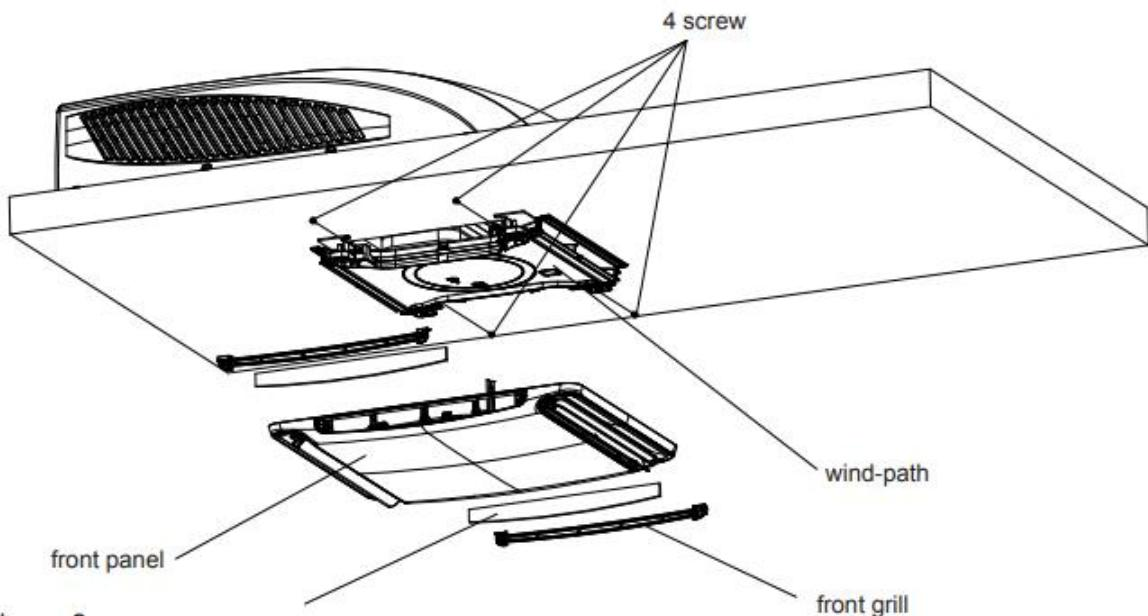

Figure 9
2. Bevestig het plafondrooster aan de windgeleider van de plafondmontage met 4 schroeven. (zie Afbeelding 9).